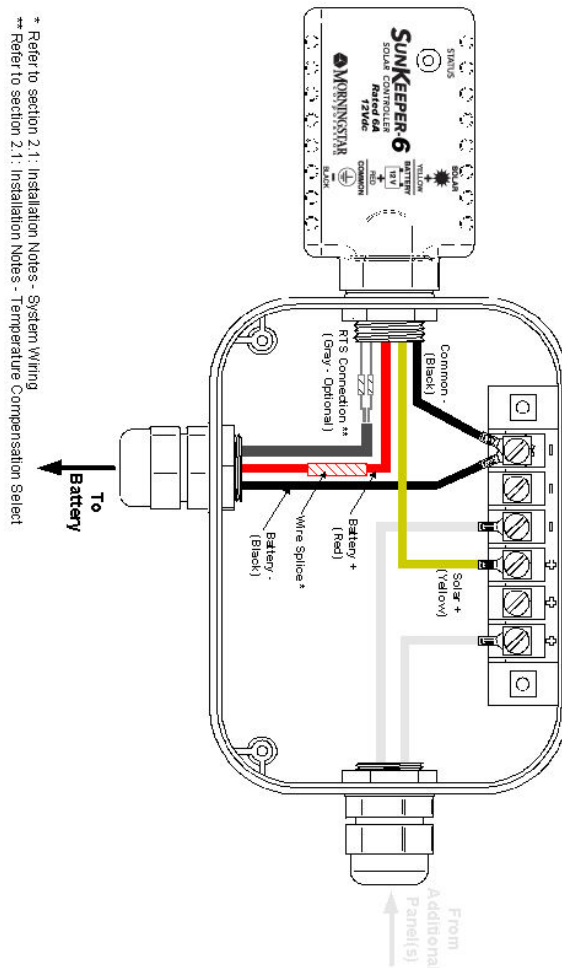

Figure 2. Câblage de la boîte de jonction
- c. Sertir ou raccorder les deux (2) fils gris aux deux fils de la sonde RTS (rouge et noir). La polarité est sans importance. Voir section 2.1 : *Notes concernant l'installation - Câblage*.
9. Câbler le SunKeeper comme indiqué sur la Figure 2. Le câblage peut varier légèrement en fonction du modèle de module solaire. L'emplacement et le nombre de bornes peuvent également être différents. Les jonctions de fils peuvent ne pas être nécessaires si des bornes de raccordement supplémentaires sont fournies. Voir la documentation du module solaire.